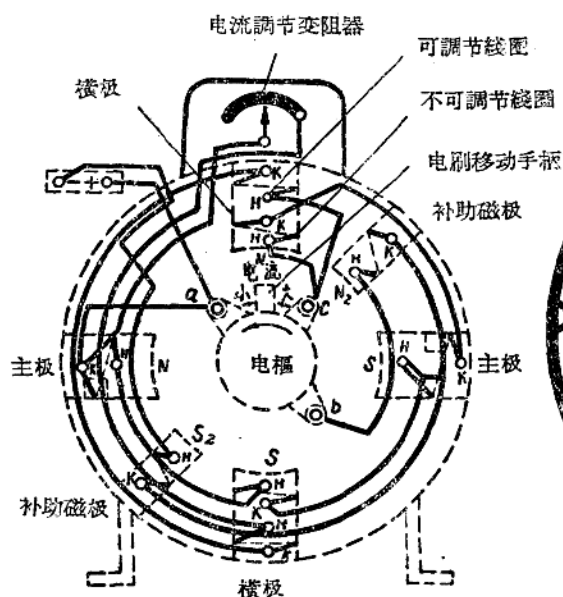
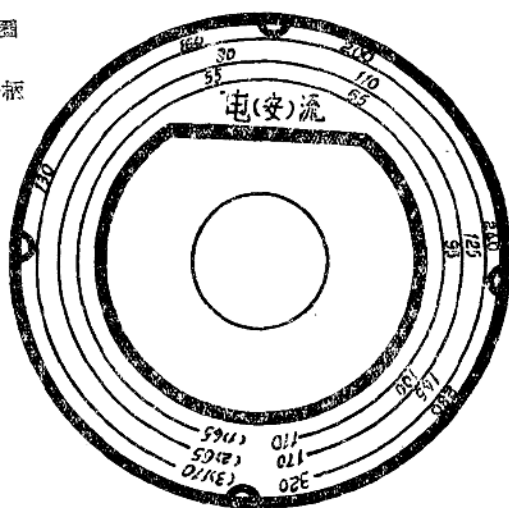

图 1-10 国产直弧 I-320 型线路图
图 1-11 I-320 型电流表盘
(2) 细调节——转动手轮改变电阻大小,是控制横磁极上的励磁电流,使电枢产生感应电流增大或减小,达到需要的焊接电流。如图 1-10 所示。电流表盘数如图 1-11 所示。